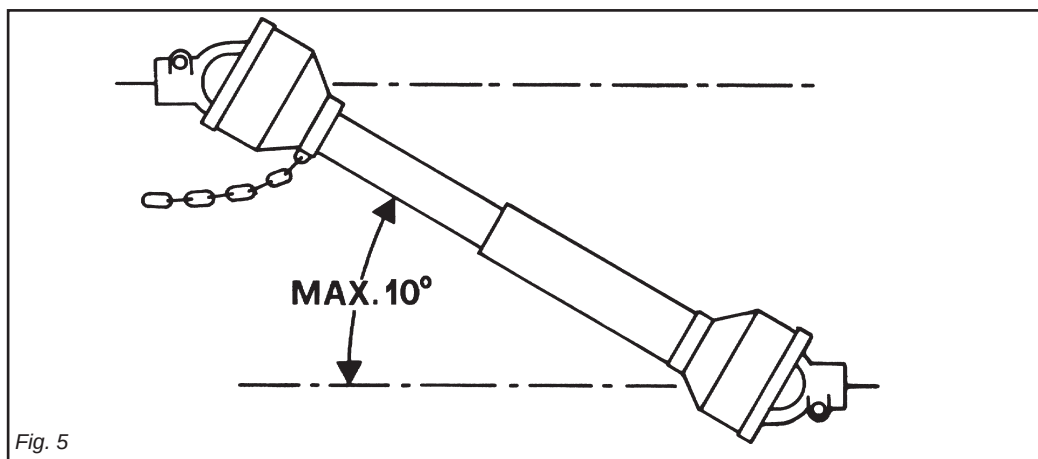

Fig. 5
- 40) Disinserire, sempre, la presa di forza quando l'albero cardanico fa un angolo troppo aperto (mai oltre i 10 gradi - Fig. 5) e quando non viene usata.
- 40) Always disengage the pto when the cardan shaft is set at an excessively open angle (never beyond 10 degrees - Fig. 5) and when it is not in use.
- 40) Débrayez toujours la prise de force quand l'angle de l'arbre à cardans est trop ouvert (jamais plus de 10 degrés Fig. 5) et lorsque vous ne devez pas l'utiliser.
- 40) Die Zapfwelle immer ausschalten, wenn die Gelenkwelle einen zu großen Winkel einnimmt (nie über 10 Grad - Abb. 5) und wenn sie nicht gebraucht wird.
- 40) Desactivar, siempre, la toma de fuerza cuando el árbol cardánico hace un ángulo demasiado abierto (nunca superar los 10 grados - Fig. 5) y cuando no la usamos.